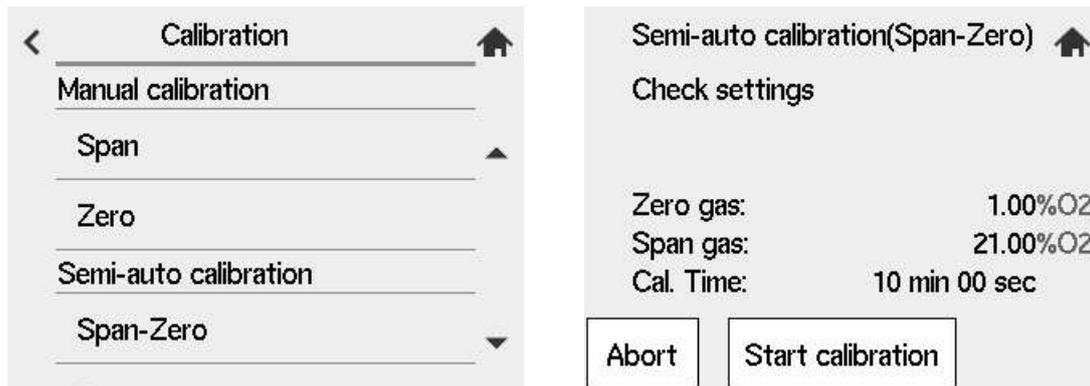

Figura 9.10 Calibração semiautomática
- (1) Pressione a tecla [Abort]. Se esta tecla for pressionada no meio da calibração, a calibração será interrompida e o tempo de espera (estabilização da saída) será definido.
- (2) Pressione a tecla [Abort] novamente para retornar à tela mostrada na Figura 9.10.